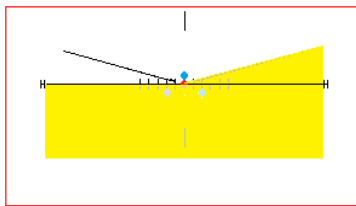

Fig1: orientamento corretto
**Fig 1:** l'orientamento verticale non oltrepassa la linea di orizzonte, l'orientamento orizzontale rimane all'interno della tolleranza (1cm sul pannello, equivalente a 10cm a 10 metri). Allineamento faro regolare.